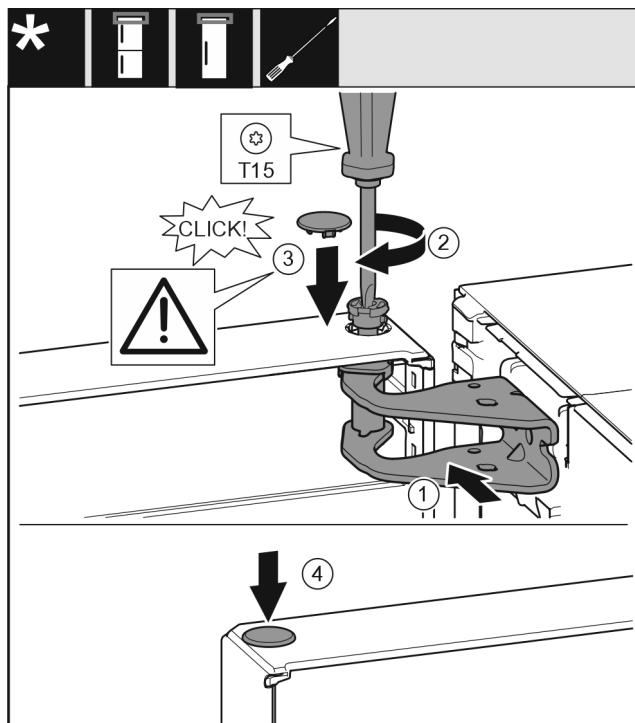

Fig. 19
- ▶ Poravnajte gornja vrata prema otvoru u podlošku ležaja. *Fig. 19 (1)*
- ▶ Umetnute svornjak i zavijte odvijačem T15. *Fig. 19 (2)*
- ▶ Montirajte sigurnosni pokrov radi osiguranja vrata: Umetnute sigurnosni pokrov i provjerite naliježe li na vrata. U protivnom u potpunosti umetnute svornjake. Fig. 19 (3)
- ▶ Umetnute čep. Fig. 19 (4)